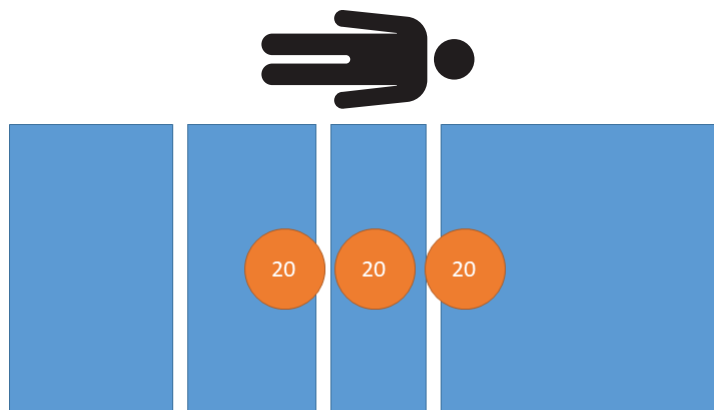

Figura 19 – Test de performanță de cântărire - 60 kg
2. Folosind greutăți calibrate, așezați 60 kg pe produs (Figura 19).
10. Folosind greutăți calibrate, așezați 60 kg pe produs (Figura 19).